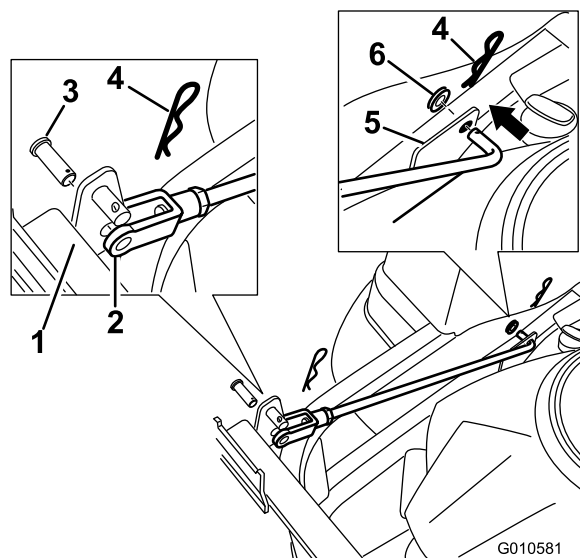

Bild 6
6. Setzen Sie an jeder Seite des Rahmens des Heckfangsystems eine Stützstange ein. Ermitteln Sie die vorhandene Halterung zwischen dem hinteren Antriebsrad und dem Rahmen (Bild 6).
7. Stecken Sie das gebogene Ende der Stange in den Rahmen des Heckfangsystems, siehe Bild 6. Befestigen Sie das Ende der Stange mit einer Scheibe und einem Splint.
- D. Befestigen Sie das Ende der Stangen mit dem Lastösenbolzen mit dem Lastösenbolzen und dem Splint am Rahmen des Heckfangsystems (Bild 6).